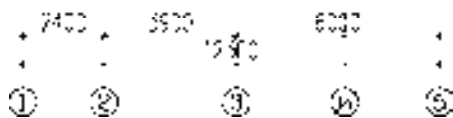

图 2-82 设为“不重排”
**提示:** 在执行“主附转换”命令时, 选择“设为不重排(Q), 当前: 不重排”命令, 即对轴号进行转换操作后, 将不对轴号进行重新排列, 如图 2-82 所示。